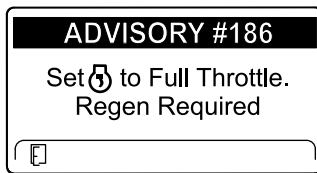

Рисунок 38
**Примечание:** Если на дисплее инфоцентра появится информационное сообщение № 186 (ADVISORY #186) (Рисунок 38), установите максимальное положение дроссельной заслонки (высокую частоту холостого хода) двигателя, чтобы можно было продолжить выполнение регенерации со сбросом.